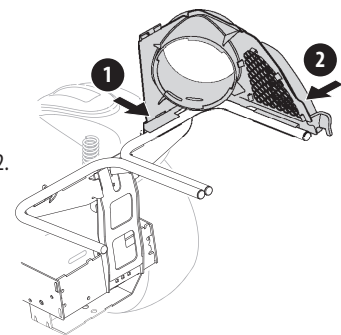

Figura 12
3. Fije el soporte superior del vertedero en su lugar sujetando primero la parte lateral en el riel de soporte de la ensacadora. Ver (2) en Figura 12.